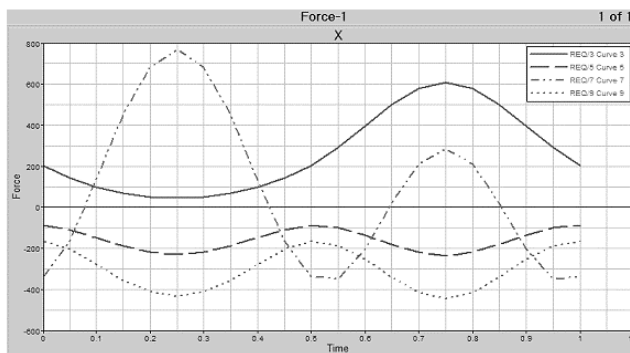

图 13-80 同一窗口创建多条曲线
- (1) 在 X type 栏中选择 Time。
- (2) 在 Y type 栏中选择 Force。
- (3) 此时文件中的数据将出现在 Y Request 列中。
- (4) 在 Y Request 栏中单击“隐藏”()按钮，可以方便的观察 Y Request 列所有数据。
- (5) 在 Y Request 栏中，按住 <Ctrl> 键并选择 REQ/3 Curve3、REQ/5 Curve5、REQ/7 Curve7 和 REQ/9 Curve9。
- (6) 单击 OK 按钮关闭扩展对话框。
- (7) 在 Y Component 栏中选择 X。
- (8) 单击 Apply 按钮，在页面 1 上创建上述曲线。
- (9) 图 13-80 中绘制的曲线 X 轴标为 Time，Y 轴标为 Force，曲线标题为 X (Y 列数据名称)，曲线名为 Y Request 名称。